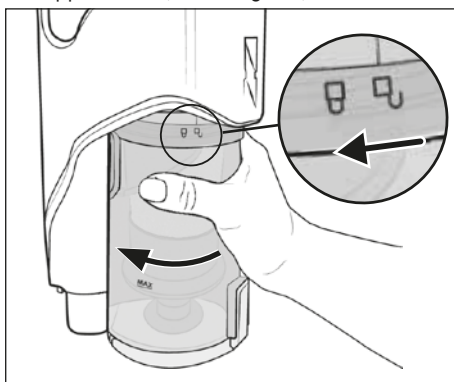

Fig. 18
- 1) Per rimuovere il contenitore della polvere **7** dall'apparecchio, ruotarlo in direzione del simbolo  (aprire), fino a quando non sarà possibile staccarlo dall'apparecchio (vedere fig. 18).